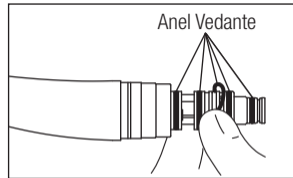

Fig. 12
- 2) Retire com cuidado cada anel vedante com a mão (Fig. 12).